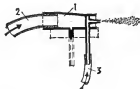

Рис. 1.
Чтобы избавиться от указанных недостатков, надо удалить из корпуса пылесоса фильтр и изменить конструкцию пульверизатора-распылителя, приложенного к пылесосу, оставив в действии лишь те его части, которые указаны на рис. 1, а именно: патрубком (1), надевший на удлинительную трубку (2), и пластмассовую трубку (3) для подачи раствора. Лишние отверстия должны быть заглушены. В этом случае стеклянная банка для раствора не требуется.